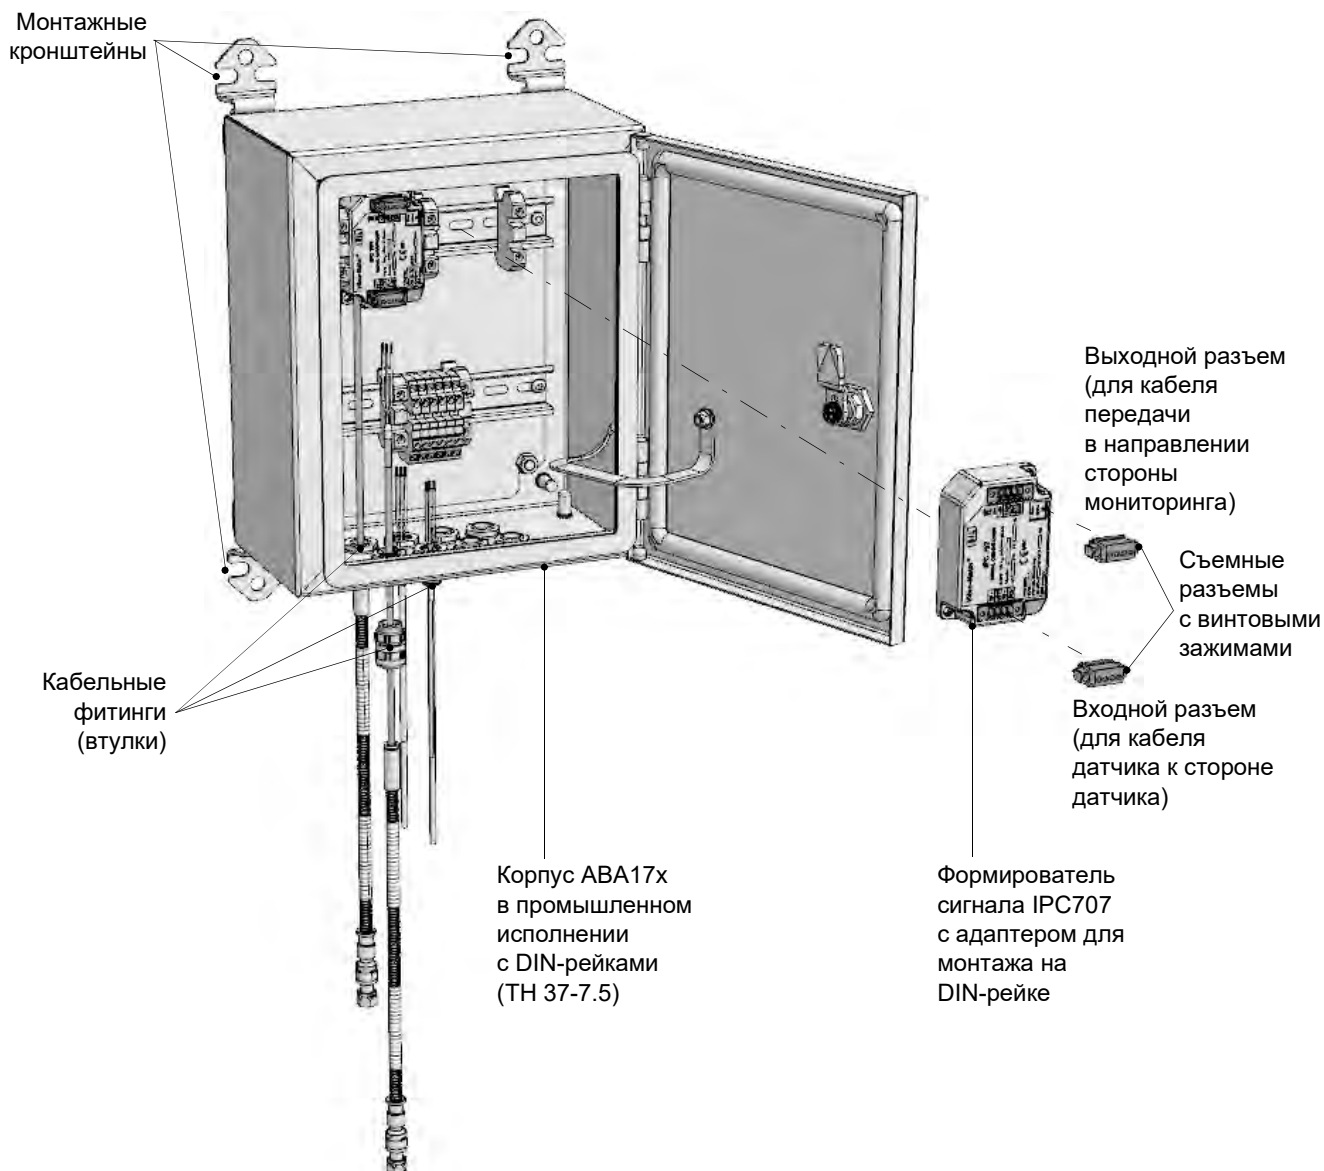

Рис. 4-7. Формирователи сигнала IPC707 в корпусе ABA17x промышленного исполнения
Корпус IPC707 оснащен съемными разъемами с винтовыми зажимами, которые можно отсоединить от его основного блока для упрощения установки формирователя сигнала (см. рис. 4-7).
Кабель датчика со стороны датчика и кабель передачи в направлении стороны мониторинга подключаются к формирователю сигнала IPC707 с помощью съемных разъемов с винтовыми зажимами (см. рис. 4-6 и рис. 4-7).
- 5- Создайте электрические соединения в корпусе промышленного исполнения, то есть подключите провода кабеля датчика к входу формирователя сигнала IPC707, а кабель передачи — к его выходу (см. рис. 4-7 и раздел 7.2 Общие схемы соединений).